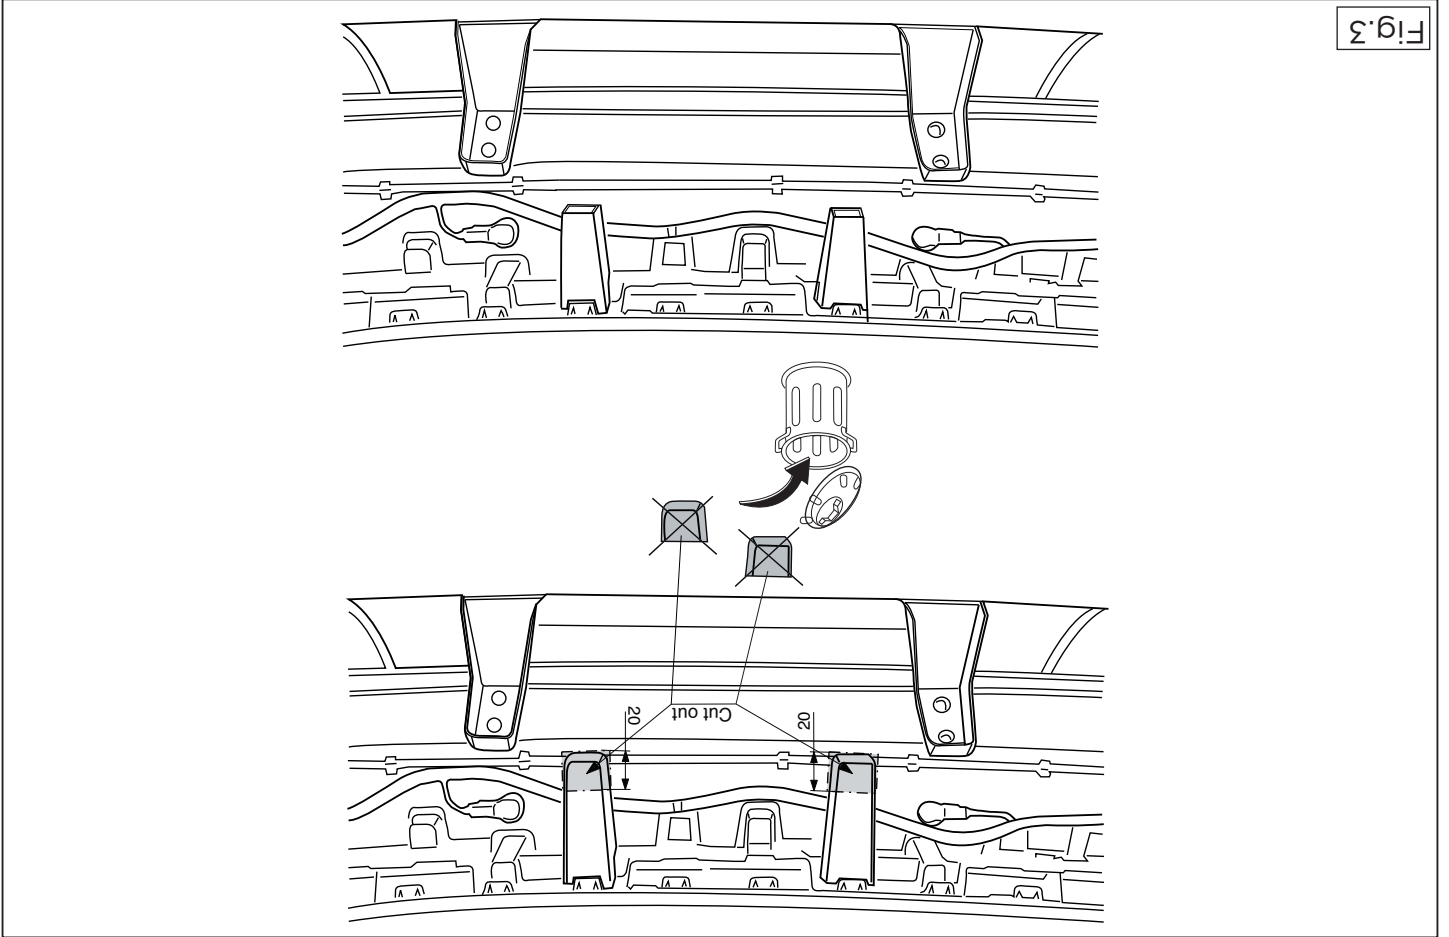

Fig. 3
10. Saw out from the bumperinnerwork the section indicated in accordance with fig. 3.
10. Gemäß Fig. 3. die angegebenen Stücke aus der Stoßstangeninnenverkleidung heraussägen.
10. Scier les parties de la garniture du pare-chocs comme indiqué sur les fig.3.